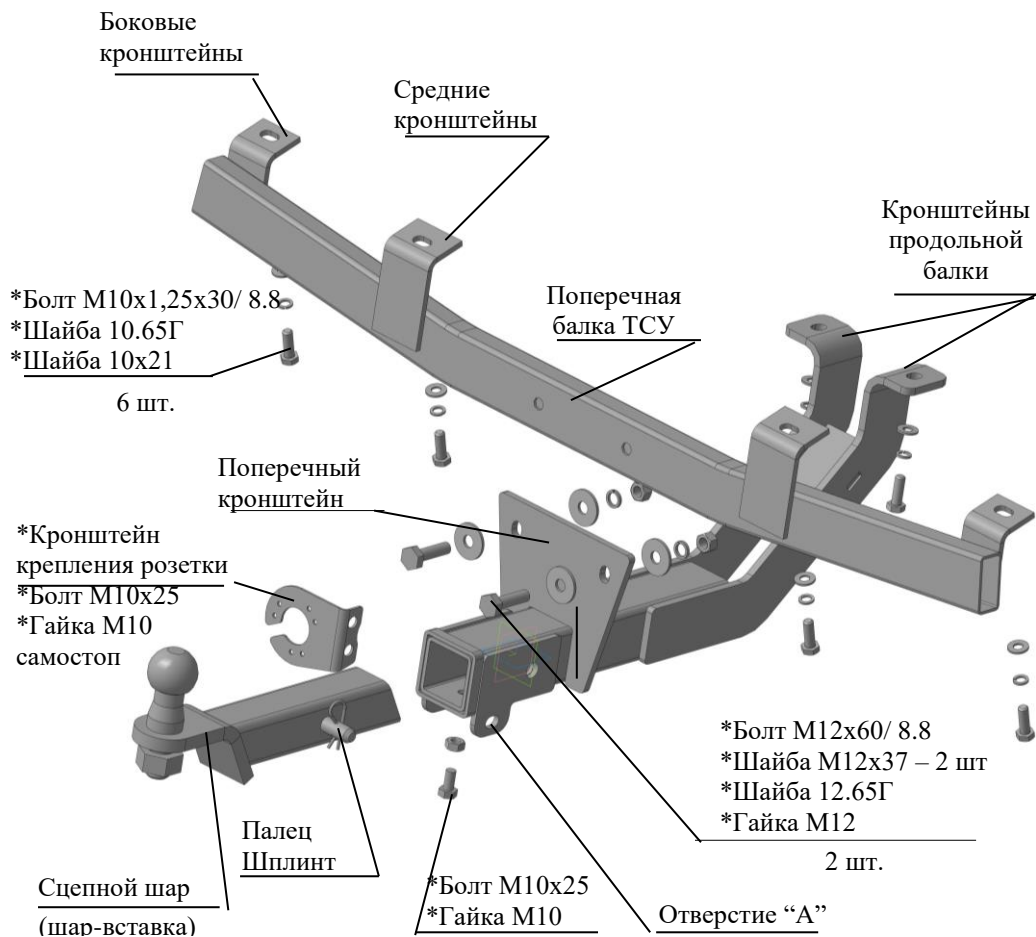

Рис.1 Тягово-сцепное устройство ТСУ 2031.
2.1 ТСУ 2031 в сборе (рис.1)	1 шт.
2.2 Пакет с комплектующими (см. рис.1)	1 шт.